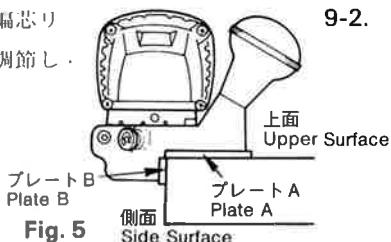
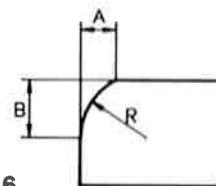

Fig. 5
Fig. 6
- ① Fig. 5 のようにプレート A 側を上面に、プレート B 側を側面に当てます。そのとき、側面が接線カットになるように偏芯リングを回して調整し、第1回目の切削をして下さい。(Fig. 6)